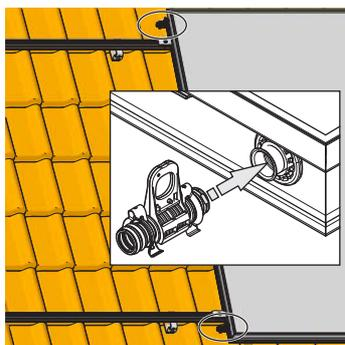
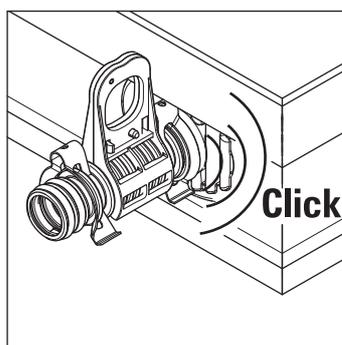

Fig. 3-26 Insertion des compensateurs
Fig. 3-27 Enclenchement des compensateurs
4. Insérez les compensateurs dans les tubes de raccordement du dernier capteur plan monté jusqu'à enclencher les pinces de fixation (fig. 3-26 + fig. 3-27).